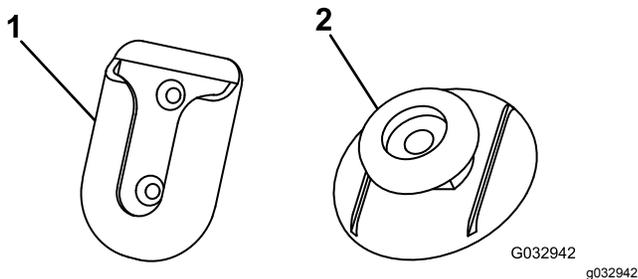

Figura 18
3. Limpie la parte trasera del soporte giratorio (Figura 18) con la toallita con alcohol, y luego séquela.
7. Retire el papel protector de un lado del adhesivo y aplíquelo a la parte trasera de la pestaña de montaje (Figura 18).